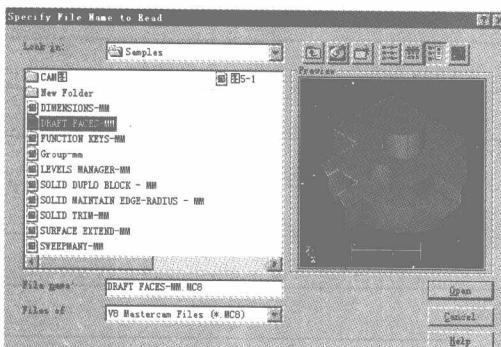

图 1-5
(2) 打开已存在的图形文件（Get）是指打开系统中已有的一 MC8、MC7 和 GE3 文件。当选择“Get”时，屏幕上将显示一个打开文件对话框，如图 1-5 所示。输入文件类型、路径及文件名，单击“Open”按钮或双击所选文件，系统将打开该文件。此时将关闭原来的文件。
(3) 当选择“Merge”选项时，可以将已有的 MC8、MC7 和 GE3 文件插入到当前的文件中。插入的文件将保留其创建时的全部属性（如颜色、图层、线型等），但不能改变当前的设置，也不能插入文件的关联几何对象（如刀具路径等）。文件插入时选择文件的方法与文件打开操作相同。